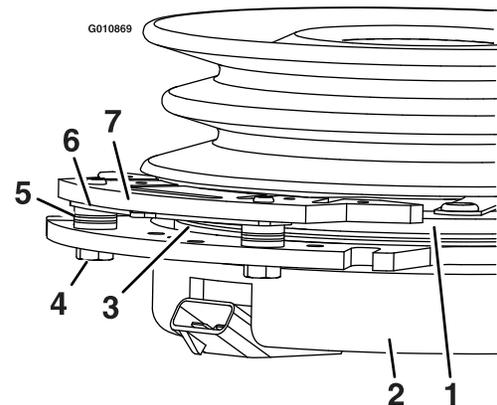

**Figure 69**
3. Retirez le capuchon antipoussière de la roue pivotante et serrez le contre-écrou (Figure 69).
4. Continuez de serrer le contre-écrou jusqu'à ce que les rondelles élastiques soient aplaties, puis desserrez-le de 1/4 de tour pour obtenir la précharge correcte des roulements (Figure 69).
**Important:** Veillez à placer les rondelles élastiques comme illustré à la Figure 69.
5. Remettez le capuchon antipoussière en place (Figure 69).